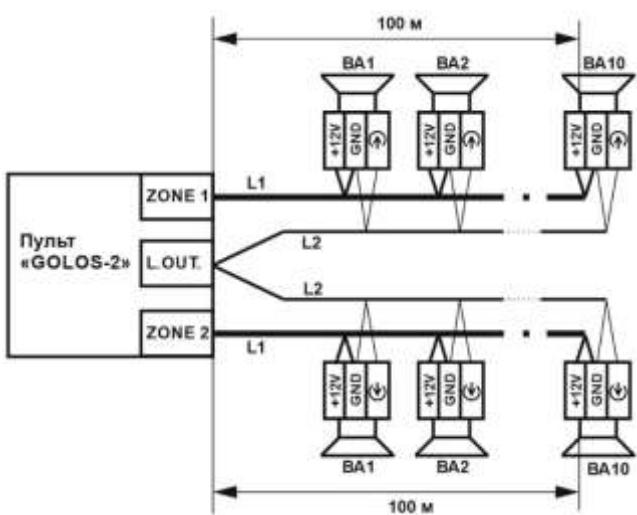

Рисунок 5.
2. «-» зоны и GND соединять в клеммной колодке громкоговорителя (рисунок 5).
3. Количество громкоговорителей «FONTE» F-6-12A (BA) на одну зону – 10 шт., не более
– Длина линии (рисунок 5) одной из зон (ZONE1/2) – 100 метров, не более.